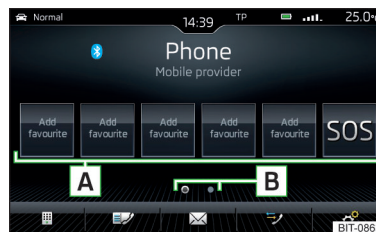

Abb. 192
- ▶ Im Hauptmenü *Telefon* die gewünschte freie Funktionsfläche **A** » **Abb. 192** antippen.
- ▶ Zum **Wechsel der Speichergruppe** die Funktionsfläche **B** » **Abb. 192** antippen.
- ▶ Zur **Wahl** die belegte Funktionsfläche **A** » **Abb. 192** antippen.
- ▶ Im Hauptmenü *Telefon* die gewünschte belegte Funktionsfläche **A** » **Abb. 192** halten.